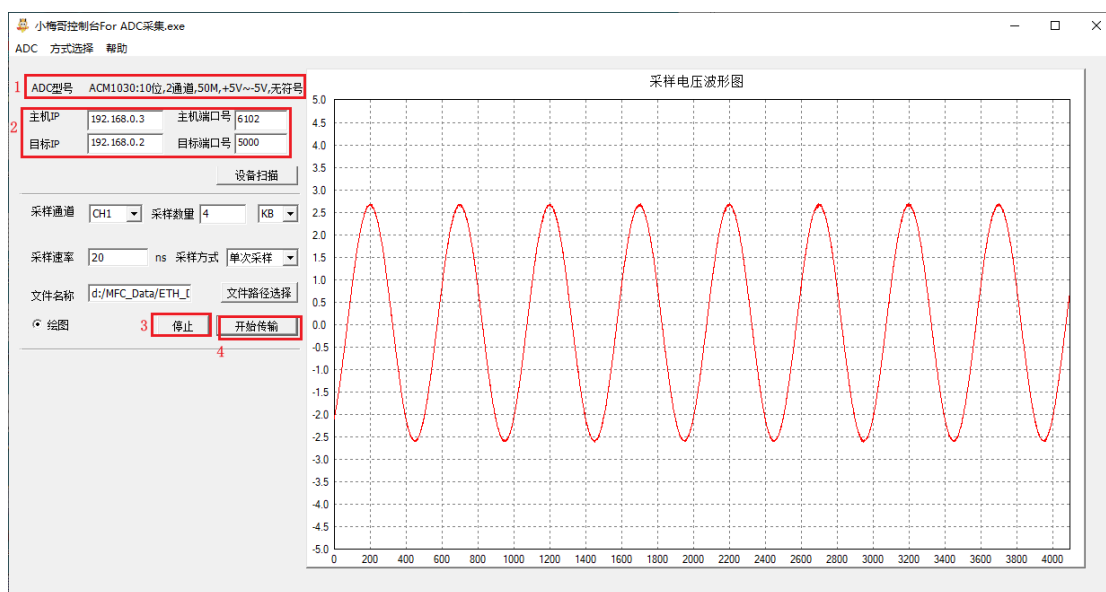

图 1-21 数据采集上位机显示图
5. 点击开始传输之后，可以看到在右边采样电压波形图界面可以直观看看到波形图，如下图 1-21 所示。需要注意的是波形图的横坐标对应的不是频率，而是采样数量。